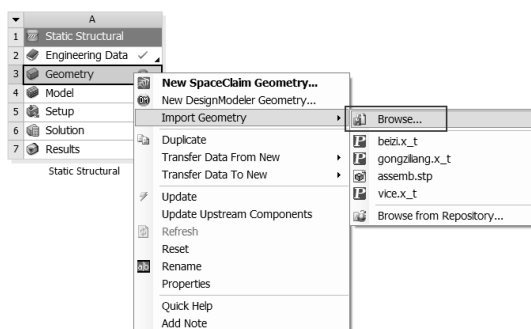

图 16-17 导入几何体
Step1 : 在 A3 Geometry 上右击, 在弹出的快捷菜单中选择 Import Geometry Browse 命令, 如图 16-17 所示, 此时会弹出“打开”对话框。